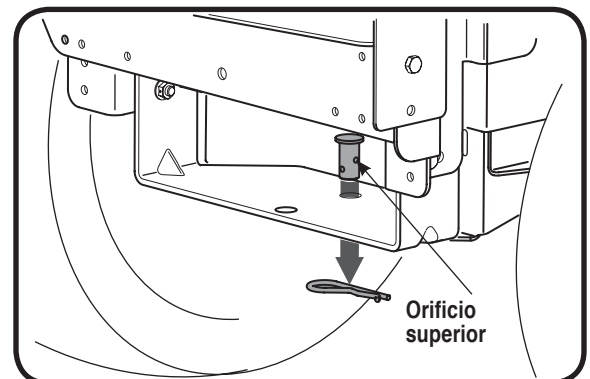

Figura 16
5. Reinserte el pasador de horquilla a través de los orificios alineados en el conjunto del soporte y en la placa de enganche y ajústelo con el broche de horquilla que se retiró antes. Vea la Figura 16.